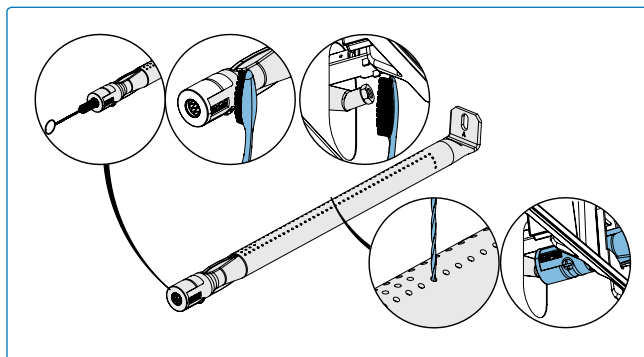

Fig. 29
- Limpie el interior del quemador usando un cepillo flexible para tubos venturi o, para áreas delicadas, un cepillo de cerdas suaves para quitar suavemente los residuos (**Fig. 29**).